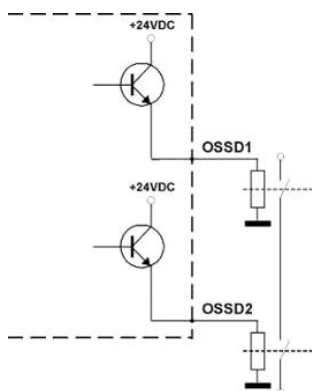

Abb. 18
- Die Sicherheitskontakte OSSD1 und OSSD2 dürfen untereinander auf keinen Fall in Reihe oder parallel geschaltet werden, können jedoch beide einzeln unter Einhaltung der Sicherheitsanforderungen der Anlage eingesetzt werden (siehe Abb. 18).